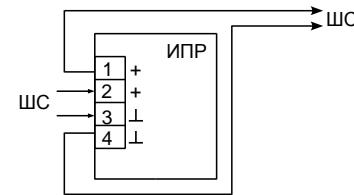

Рисунок 1 – Включение извещателя в шлейф
5.2.3. Подключение проводов к клеммным соединениям производить в соответствии с полярностью, указанной на плате, по одной из схем согласно рис. 1 или 2.